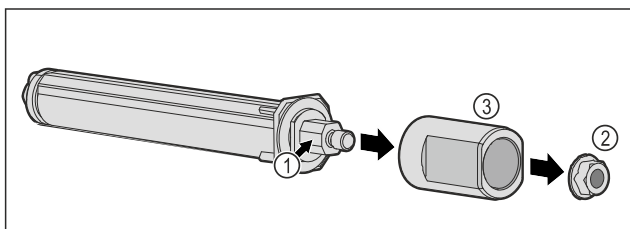

Fig. 58
- Ikke demonter dørlåsesystemet Fig. 58 (1).
- Fjern mutteren Fig. 58 (2).
- Fjern hylsen Fig. 58 (3).